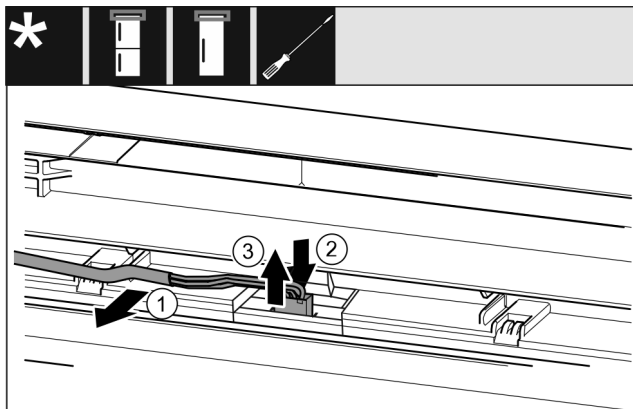

Fig. 20
- ▶ Ostrożnie wyjąć szary kabel z przewodnicy w drzwiach. Fig. 20 (1)
- ▶ Nakładkę pod wtyczką wcisnąć do tyłu. Fig. 20 (2)
- ▶ Wyciągnąć wtyczkę ostrożnie do góry. Fig. 20 (3)